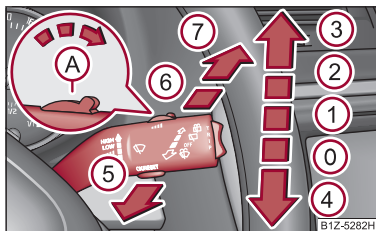

Fig. 50 Maneta de acționare a ștergătoarelor de parbriz
Maneta de acționare a ștergătoarelor ⇒ fig. 50 are următoarele poziții:
- Când ștergătoarele funcționează încet ② sau rapid ③ ⇒ pagina 60, fig. 50 și viteza de deplasare se reduce sub 4 km/h, se va comuta automat pe o treaptă imediat inferioară. La creșterea vitezei peste 8 km/h se va relua ștergerea existentă anterior.
Când maneta de acționare a ștergătoarelor se află în poziția ② ⇒ pagina 60, fig. 50 sau ③, la viteze peste 5 km/h, ștergătorul de lunetă execută automat o manevră de ștergere a lunetei la fiecare 30 sau 10 secunde.
⇒ pagina 60, fig. 50.
⇒ pagina 60, fig. 50 - brațele ștergătoarelor adoptă poziția de service.